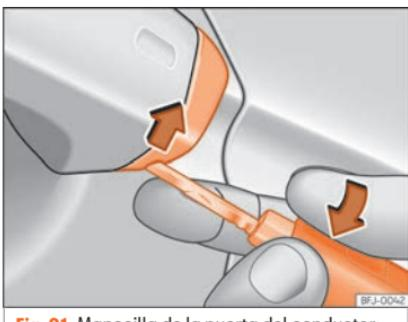

Fig. 91 Manecilla de la puerta del conductor: desprender la tapa haciendo palanca.
- Introduzca el espadín en la abertura inferior de la tapa de la manecilla de la puerta del conductor **»» fig. 91** y eleve la tapa de abajo hacia arriba.